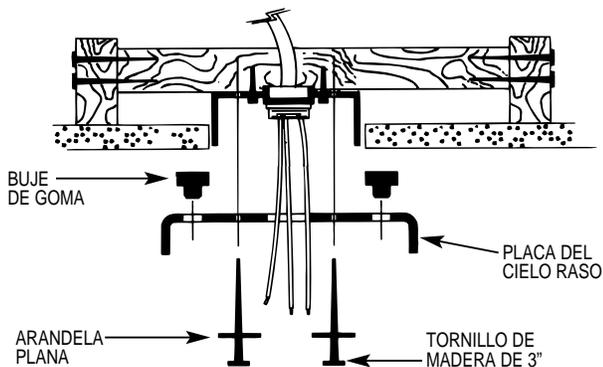

FIGURA 4A. Instalación de la placa del cielo raso
B. Pase los alambres a través de la abertura en la placa del cielo raso e instale la placa en el travesaño de 2 x 4 que soporta la caja de conexiones. Use (2) tornillos #10 para madera de 3" (7,5 cm) de largo y (2) arandelas planas para el montaje. Taladre (2) agujeros pilotos de 9/64" de diámetro para los tornillos de montaje. Vea la Figura 4A.